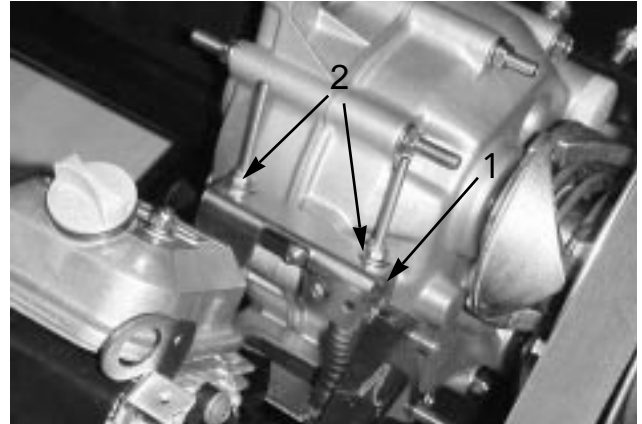

図 26
整備や調整の目的でエンジンを始動する場合には、トランスアクスルをニュートラルにセットしておきます（図26）。シフトレバーには「ニュートラル」位置がありますから、これでニュートラル位置へのセットを行います。以下の手順で、ニュートラル・シフト・レバーがトランスアクスルを正しくニュートラルにセットしていることを確認してください。
- 2 . トランスアクスルのニュートラル・ブラケットを「ニュートラル」位置（横向き）とし、駆動クラッチを手で回して車両が前進または後退するかを見る（図26）。
- 3 . ロックナット（図26）のうちの1個を、シフトケーブルのたるみをなくす程度にごくわずかに締め付ける。